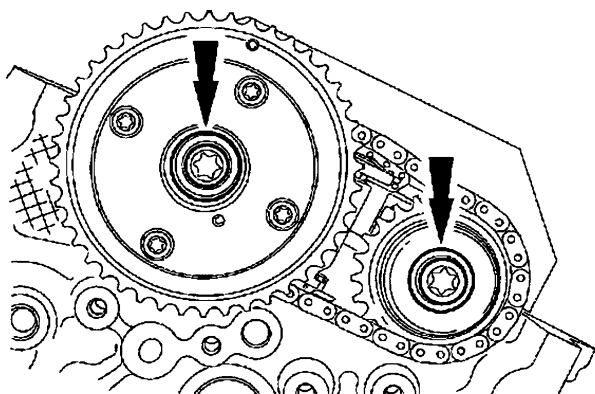

图 15-14 左侧可变凸轮轴正时总成螺栓和
15) 拆下并废弃左侧可变凸轮轴正时总成螺栓和左侧排气凸轮轴链轮螺栓（其识别见图 15-14）。把左侧可变凸轮轴正时总成、次级正时链条和左侧排气凸轮轴链轮一起拆下。